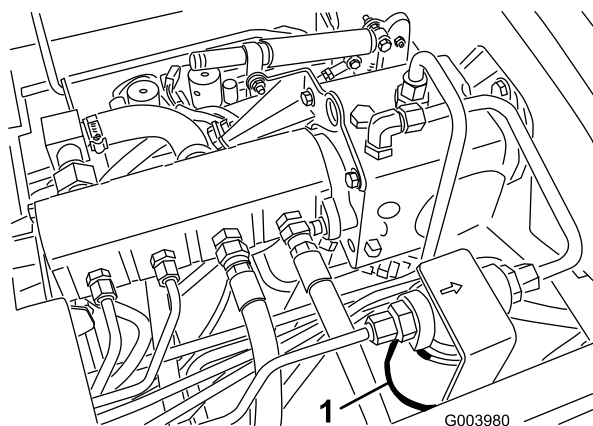
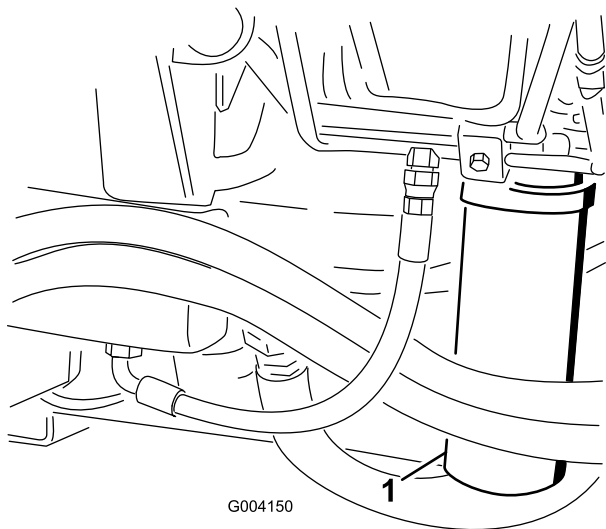

図 72
図 73
2. フィルタ取り付け部付近をきれいに拭い、下に容器を置く 図 72 と 図 73。